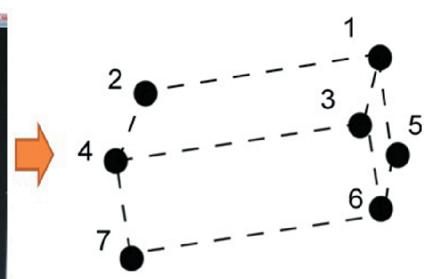

図 3 代表点の3次元位置同定
3. 代表点の取得 本研究では、代表点にマーカーを付与することで、代表点の 3 次元位置同定にも成功した。画像処理により画面中のマーカーの 2 次元位置を抽出し、Kinect センサからその奥行き情報を得る。図 3 は代表点を抽出した例である。